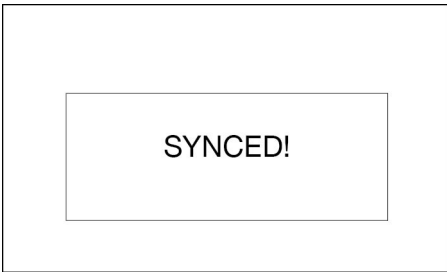

FIG. 33
4. El medidor muestra SYNCED si la sincronización ha salido bien o FAILED si no (FIG. 33).